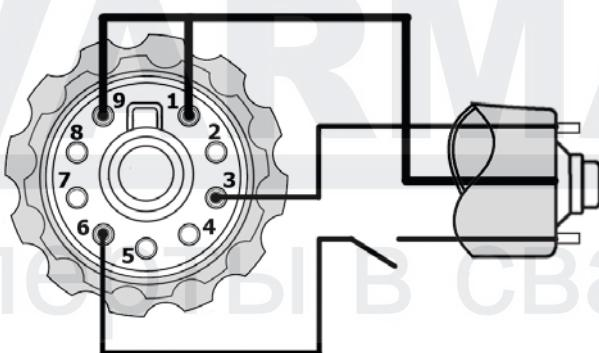

Рис. 9.4. Схема разъёма плазмотрона.
| 4. Разъём подключения плазмотрона(См. рис. 9.4)    | 9. Разъёмы для подключения ЧПУ(См. рис. 10.3) |
1. Разъём центральный кабельный (См. рис. 9.4).